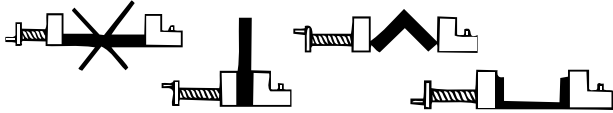

Figura 6 – Cómo se sujeta la pieza de trabajo correctamente
- Sujete el material correctamente y asegure que está centrado en relación con la hoja de corte (Figura 6).